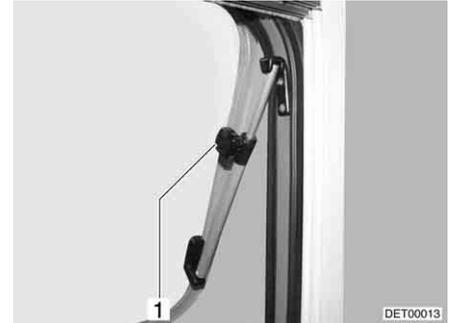

Bild 79 Dachhaube mit Dreh-Ausstellern, geöffnet
- Dachhaube bis zur gewünschten Stellung öffnen und mit Rändelknopf (Bild 79,1) feststellen.
- Rändelknopf (Bild 79,1) drehen, bis Arretierung freigegeben wird.